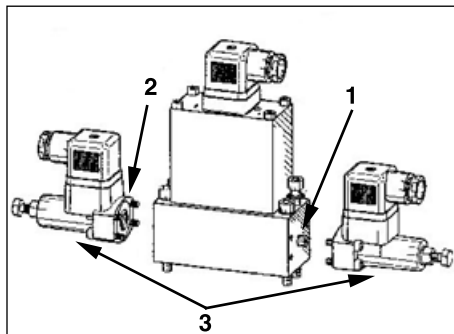

Figura 3
1. Saque el tornillo de capicete y la arandela situados en el extremo del cuerpo de la válvula más cercano al orificio en el cual se medirá la presión (ver figura 3, No. 1).
2. Cubra la junta tórica en la superficie de montaje del interruptor de presión con aceite hidráulico (ver figura 3, No. 2).
3. Con los tornillos de capicete suministrados instale el interruptor de presión en el extremo de la válvula. Apriete los tornillos a 4 NM (3 LB-PIE) (ver figura 3, No. 3).